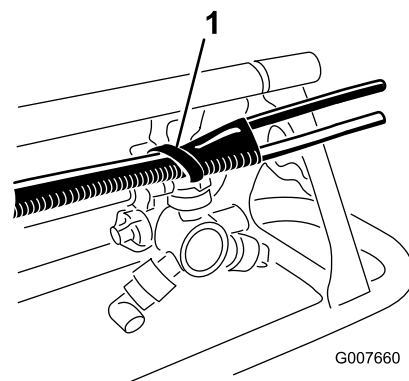

Figure 8
- B. Alignez l'extrémité du flexible avec le bout de la barre de support supérieure. Fixez le flexible de mousse au renfort avec une attache en plastique passée dans les trous (Figure 8).